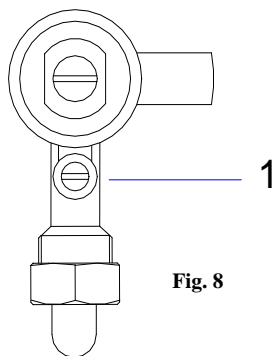

Fig. 8
- A través del orificio de la tapa de mandos introduzca un destornillador y gire el tornillo (1) **Fig 8** en el sentido de las agujas del reloj para reducir el mínimo hasta el máximo, en sentido contrario gire 1 vuelta para G30/G31 y 2 vuelta para G20/G25 para fijar el mínimo.